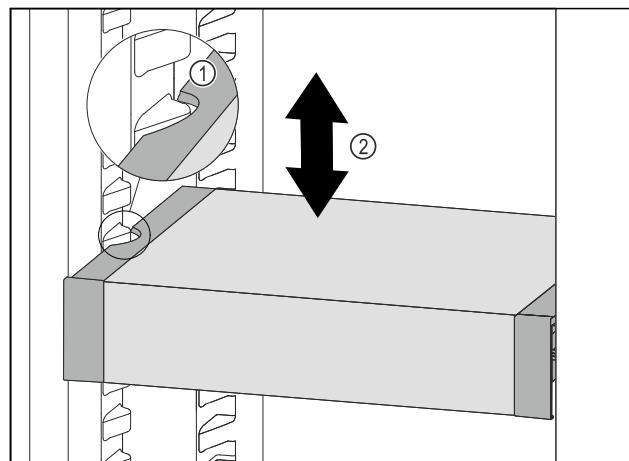

Fig. 98
- Trageți în față VarioSafe, până când degajările laterale ale VarioSafe se află la înălțimea nervurii recipientului din frigider. Fig. 98 (1)
- Mișcați în sus sau în jos VarioSafe în frigider, până când este atinsă înălțimea dorită. Fig. 98 (2)